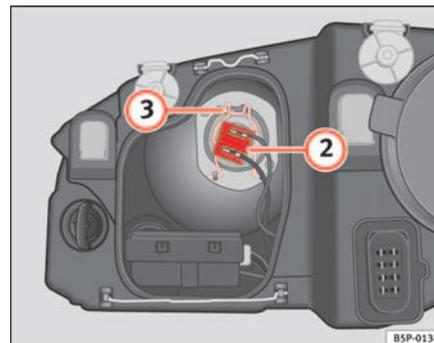

Fig. 176 Feux de croisement
- Retirez le connecteur ⇒ page 258, fig. 176 ② de la lampe.
- Décrochez le ressort entrebâilleur ⇒ page 258, fig. 176 ③ en le pressant vers l'intérieur et vers la droite.